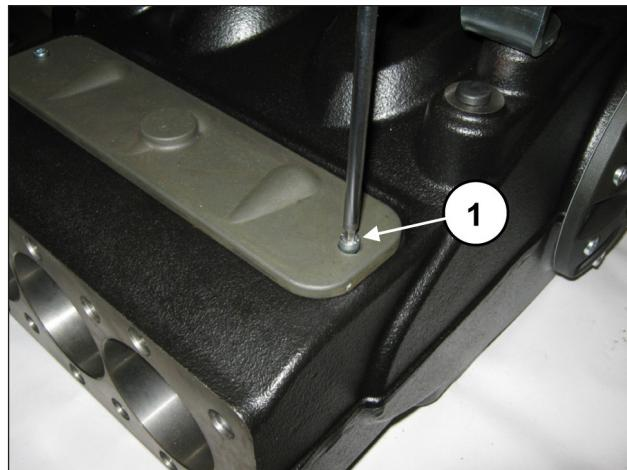
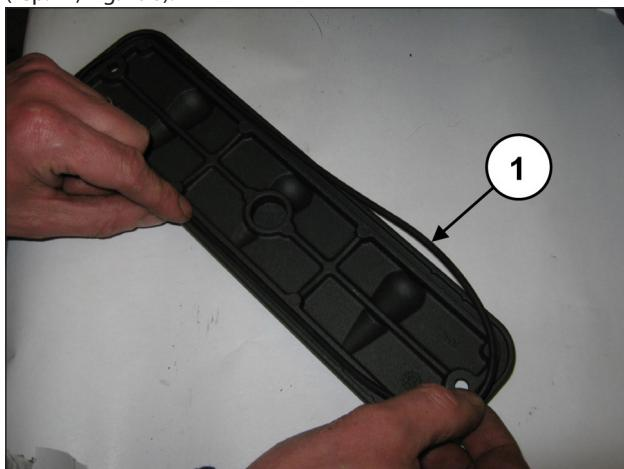

Fig. 190
Fig. 189
Insérer le joint torique (rep. ①, Fig. 189) sur les couvercles d'inspection et monter les couvercles à l'aide de 2+2 vis M6x14 (rep. ①, Fig. 190).